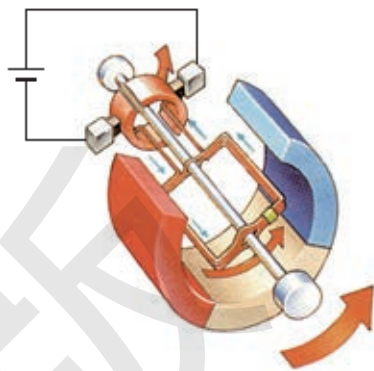

图 1-33 直流电动机工作原理图
■ **分析** 电动机是把电能转化为机械能的装置。图 1-33 是直流电动机的工作原理图。